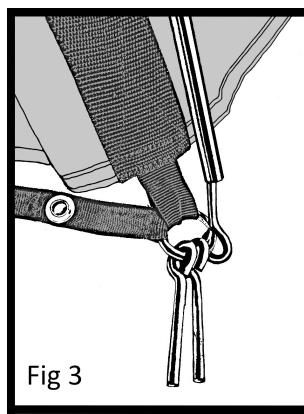

Fig 3
4. When all the poles are through to the other side, locate the pole ends into the metal pins (Fig 3) At the opposite end, push the poles so that they bend into an arch. Feed the pole sleeve fabric along the pole length as they bend and make taut. Locate pole ends into the metal pins on the opposite side.
Wenn alle Stangen durch auf die andere Seite sind, suchen die Stange Enden in die Metallstifte (Fig 3) Am entgegengesetzten Ende, drücken Sie die Stangen, so dass sie in einem Bogen zu biegen. Ziehen Sie die Polhülse Stoff entlang der Stocklänge, wie sie sich verbiegen und straff zu machen. Lokalisieren pole Enden in die Metallstifte auf der gegenüberliegenden Seite.
Lorsque tous les pôles sont par le biais de l'autre côté, localiser le pôle se termine dans les broches métalliques (Fig 3) à l'extrémité opposée, pousser les pôles afin qu'ils se plient en un arc. Nourrir le tissu de manchon de poteau le long de la longueur polaire comme ils courbent et font tendu. Repérez extrémités polaires dans les broches en métal sur le côté opposé.